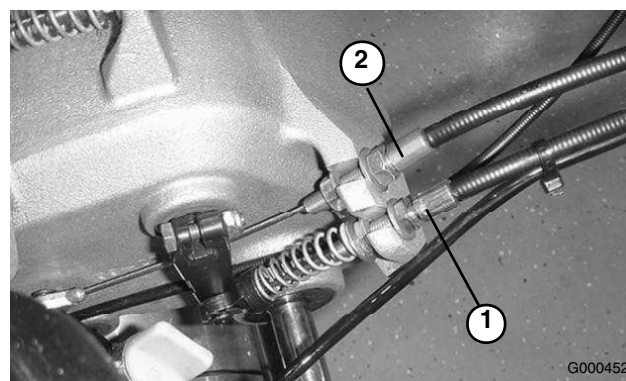

Figure 42
2. Pour accroître la tension du câble, desserrez l'écrou de blocage avant et serrez l'écrou de blocage arrière (Figure 42) jusqu'à ce qu'une force de 12 à 16 livres. soit requise pour engager la transmission aux roues.